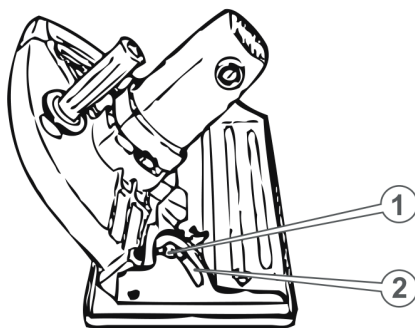

Рисунок 4. Регулювання кута різі
1. Встановити пилу на рівній чистій поверхні в положення, як на рис. 4.
2. Послабити фіксатор регулювання кута нахилу циркулярного диска (1, рис. 4).
3. Акуратно нахилити корпус пили відносно бази та встановити необхідний кут різі (у межах від 0° до 55° до вертикалі), використовуючи градуйовану шкалу (2, рис. 4).
4. Надійно закрутити фіксатор (1, рис. 4) механізму регулювання кута різу.